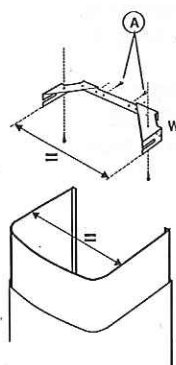

fig.11
1. Réglez la largeur de l'étrier du support (W) au moyen des vis (A) (fig. 11). Fixez-le au plafond à l'aide des chevilles et vis dans les trous que vous aurez préalablement percés. Ce support doit être fixé à 3 - 4 mm au dessous du plafond, centré par rapport à la hotte située en dessous, et de niveau.